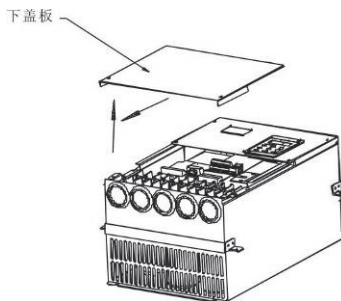

图3-3 钣金外壳下盖板拆卸图
18.5G/22P以上MD系列变频器采用钣金外壳，钣金外壳下盖板的拆卸参见图3-3。可用工具直接将下盖板的螺丝拧松即可。